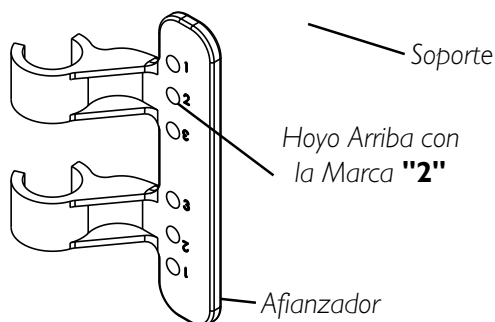

FIGURA 2 - INSTALANDO LOS SOPORTES - EN LOS DE UN SOLTADOR SOLAMENTE
INSTALANDO LOS SOPORTES - ANDADORES DE UN SOLTADOR (FIGURA 2)
2. En el **LADO DE ADENTRO** del afianzador, conecte el soporte en la localización determinada en el PASO 1. Refiérase a la FIGURA 2.